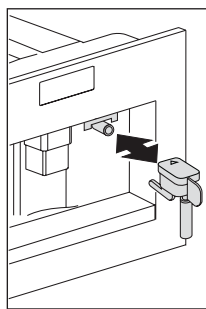

Fig. 13
- ▶ Asigurați-vă că duza pentru apă este poziționată și atașată la duză (Fig. 13).